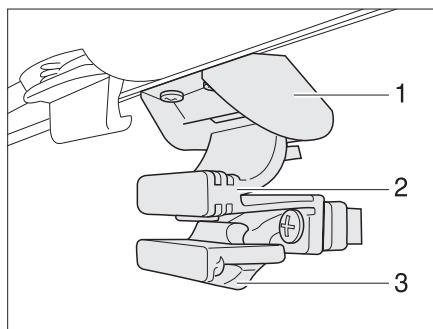

Bild 49 Fenster in der Eingangstür
Fenster öffnen: ■ Sicherung (Bild 49,3) nach hinten drücken.
■ Griff (Bild 49,2) zusammendrücken und Fenster nach unten schieben.
Fenster schließen: ■ Fenster nach oben schieben, bis der Griff (Bild 49,2) in der Verriegelung (Bild 49,1) einrastet.